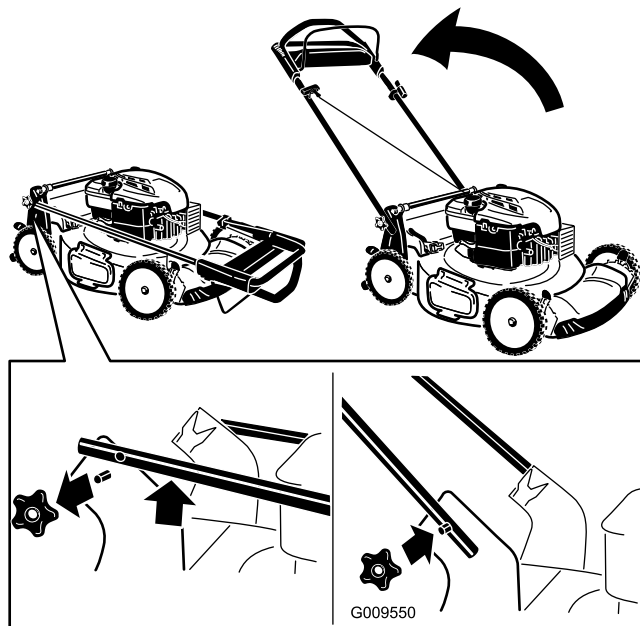

Figure 4
1. Retirez les boutons du guidon du carter de la machine (Figure 4).